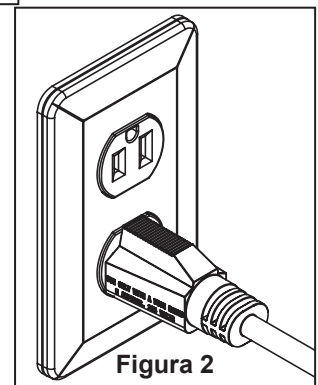

Figura 2
2. Conecte el cable directamente en el enchufe. (Figura 2)